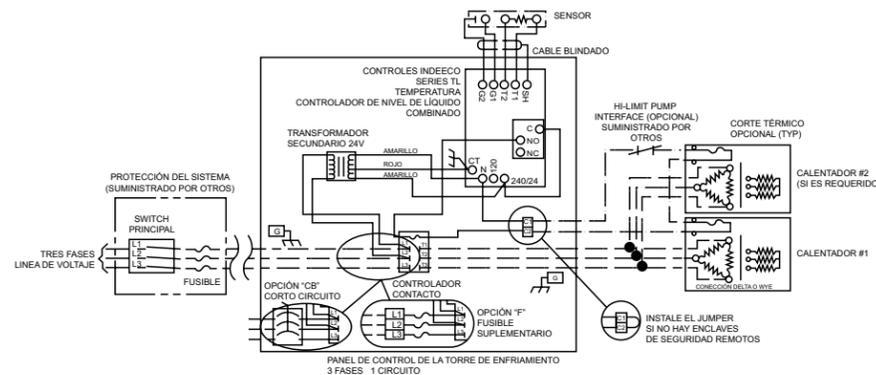

Figura A-57: Diagrama del panel de control del calentador de la cisterna
- Utilice un cable adecuado para conectar el calentador al panel en las terminales "T", ubicadas en el lado derecho del contacto en el panel (Ver Figura A-57).